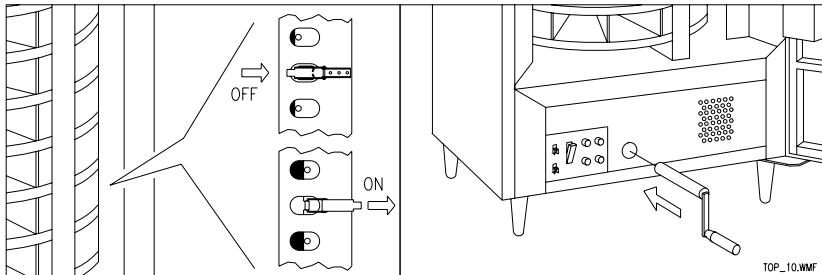

Abb. 10
- 2) Die Kolben mittels der Haken an den Säulenschutz haken (Abb. 10).
- 5) Die Aufziehgruppe im unteren Teil des Automaten lokalisiert (Abb. 10). Die Stange mittels der Kurbel in Gegenuhrichtung bis zum Endlauf drehen, so daß die Scheiben heruntergelassen werden.